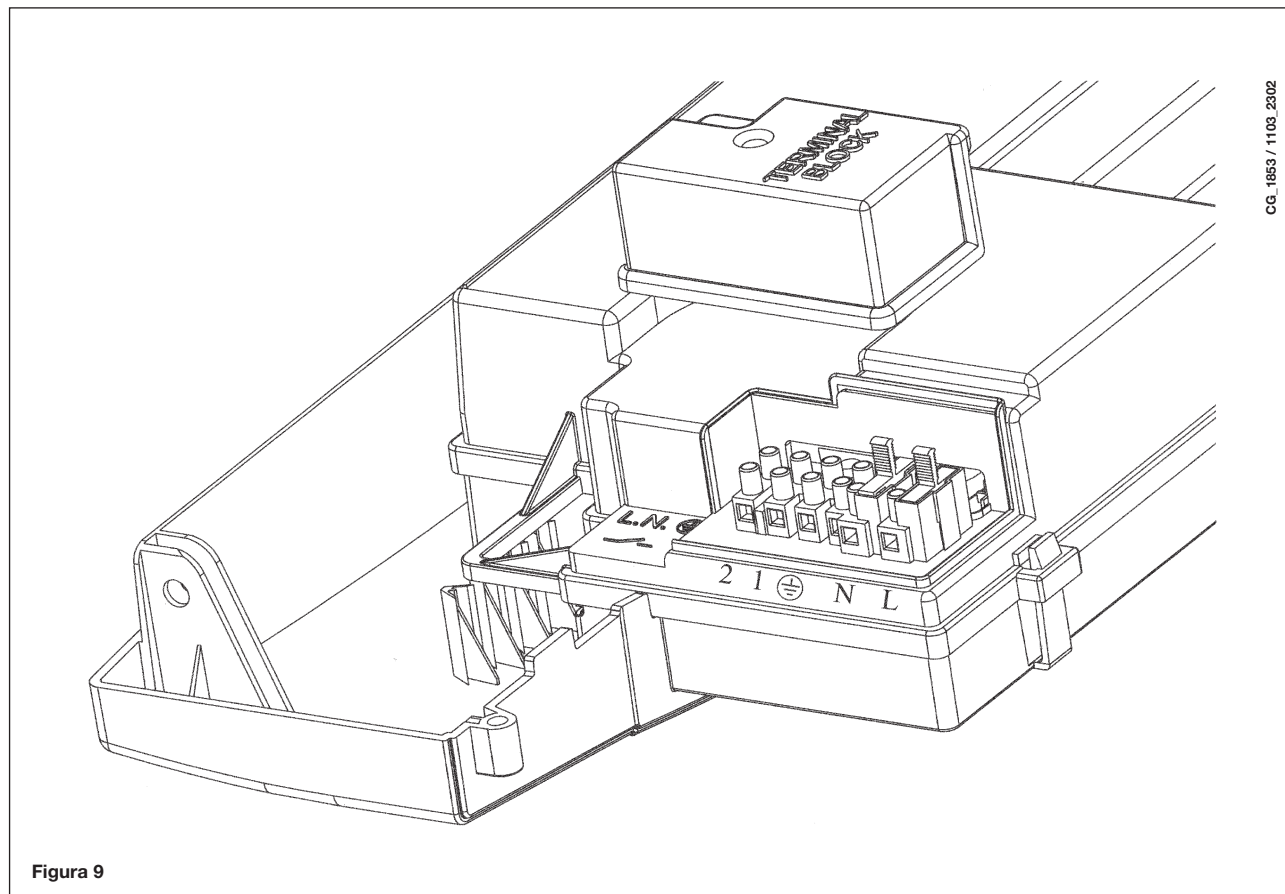

Figura 9
- quitar la tapa para acceder a la zona de las conexiones eléctricas (figura 9).
- Acceder al tablero de bornes de alimentación (figura 9) como se describe en el capítulo anterior;
- quitar el puente entre los bornes (1) y (2);